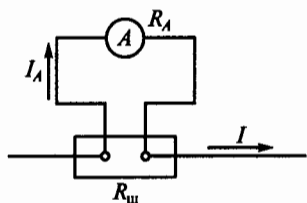

Рис. 166
**5.26.** Шкала амперметра от 0 до 30 А. Ток в цепи на рис. 166 может достигать 300 А. Сопротивление амперметра  $R_A = 0,1$  Ом. Каким должно быть сопротивление шунта?
**5.27.Р.** Шкала амперметра от 0 до 10 А. Сопротивление амперметра 0,5 Ом. Сопротивление шунта 0,1 Ом (см. рис. 166). Какой максимальный ток можно измерить этим амперметром?